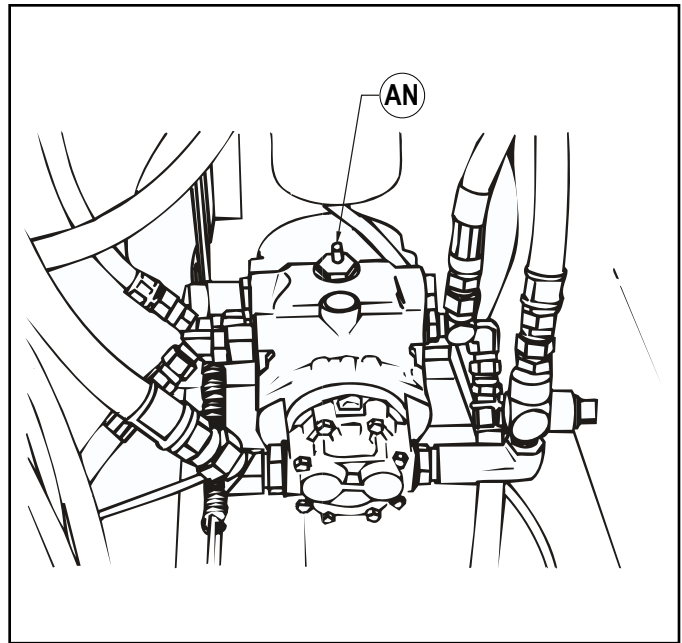

FIGURA 21
INSTRUCCIONES DE REMOLQUE (CONSULTE LA FIGURA 21)
1. Localice la extensión del eje de control de remolque (AN), como se muestra en la figura 21. (Vea la flecha).